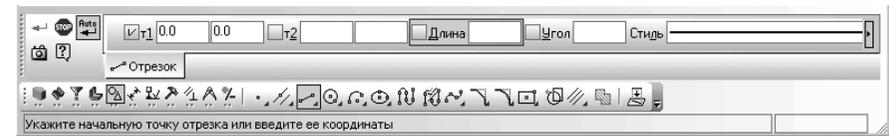

Рис. 2.39. Фрагмент главного окна системы:
- щелкните в **Компактной панели** по кнопке переключателю **Геометрия**, а затем в появившейся панели инструментов по кнопке **Отрезок**. Появится соответствующая **Панель свойств: Отрезок**, показанная на рис. 2.39.
- по предопределению поле **Длина** на **Панели свойств: Отрезок** будет активным (выделено) (см. рис. 2.39). Наберите на клавиатуре число 350, а затем нажмите клавишу **Enter** для фиксации ввода данных. В поле **Длина** появится значение 350, а перед ним в квадратике крестик –  **Длина**  ;